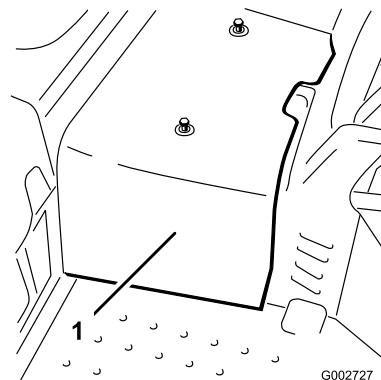

图 40
2. 拧掉将中央护罩固定到机器的 2 个螺丝然后取下护罩 **图 40**。